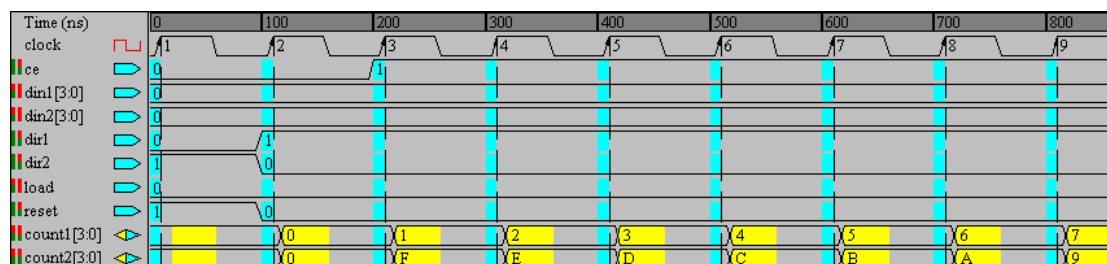

图 1-20 测试矢量波形
9. 在 Pattern Wizard 的对话框中点击 OK，测试矢量波形如图 1-20 所示。